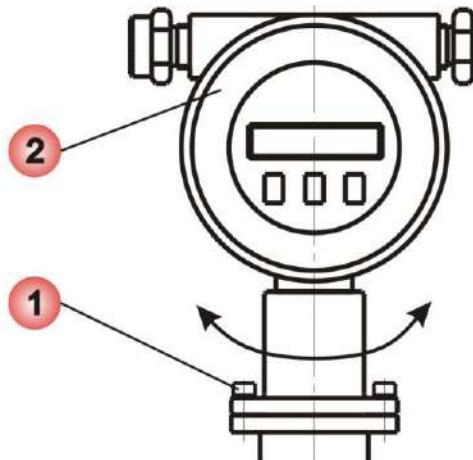

Рисунок 2.10 – Поворот электронного блока
Если при установке расходомера электронный блок повернут относительно пользователя и считывание показаний с дисплея прибора затруднено, то необходимо развернуть электронный блок на угол 90° или 180°. Для этого необходимо отвернуть 4 болта (1) (см. рисунок 2.10). Затем повернуть электронный блок (2) на 90° или 180° в нужном направлении и плотно закрутить 4 болта для обеспечения герметичного соединения.